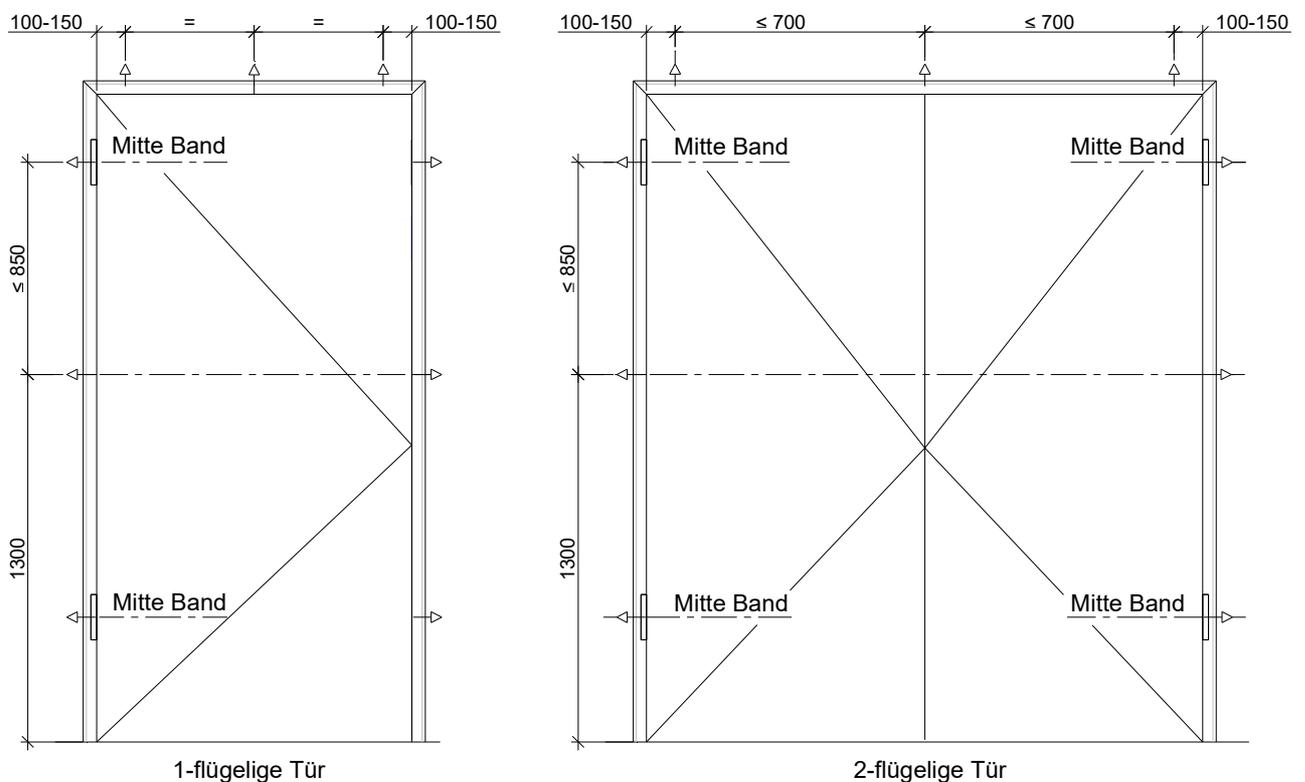

Abbildung 2: Höhenlage der Verankerungen für die Unterkonstruktion
- Die Unterkonstruktion ist werkseitig nicht vorgebohrt. Dieses muss bauseitig erfolgen, Befestigungspunkte entsprechend Abbildung 2
- Befestigungspunkte (Höhenlage siehe Abbildung 2) druckfest mit Holz- oder Hartfaserplattenstreifen o. ä. hinterfütern (Gipskartonplatten eignen sich nicht!) Maßabweichungen +/- 50mm sind zulässig, werden die vorgegebenen Abstandmaße überschritten, sind zusätzliche Befestigungspunkte im gleichmäßigen Abstand anzuordnen